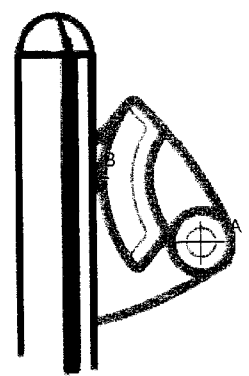

Figure 1.
1.1.3. Représenter ces forces sur la figure 1.